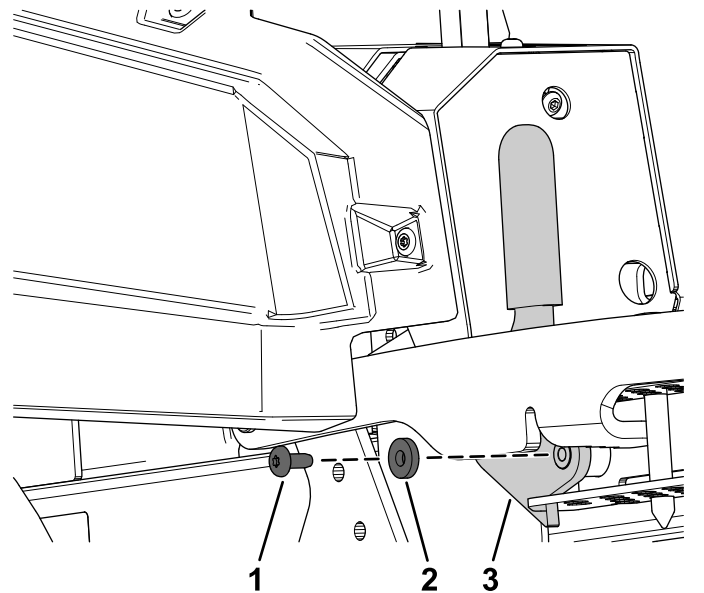

図 26
3. ボルト、ワッシャ、移動走行ロックを取り外す 図 26。